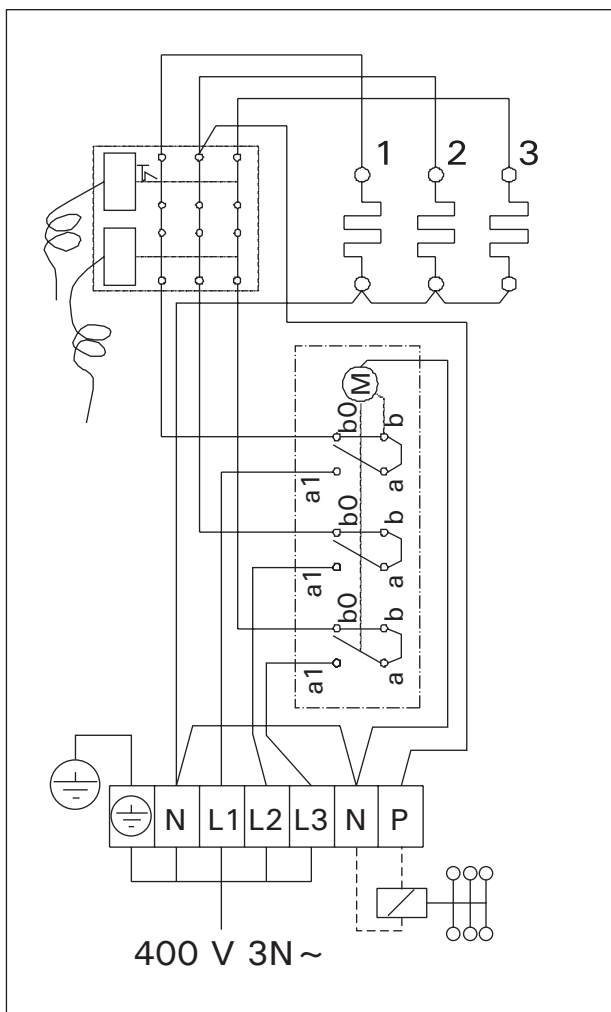

Рисунок 10. Схема подключения
- Кроме клемм питания каменки CS оснащены также клеммой (P), которая делает возможным управление электрическим нагревом (рис. 10). Управляющее напряжение передается от каменки, когда она включена. Кабель управления электронагревом подводят прямо к соединительной коробке каменки и дальше с помощью резинового кабеля, равного по сечению соединительному кабелю, к клеммнику.